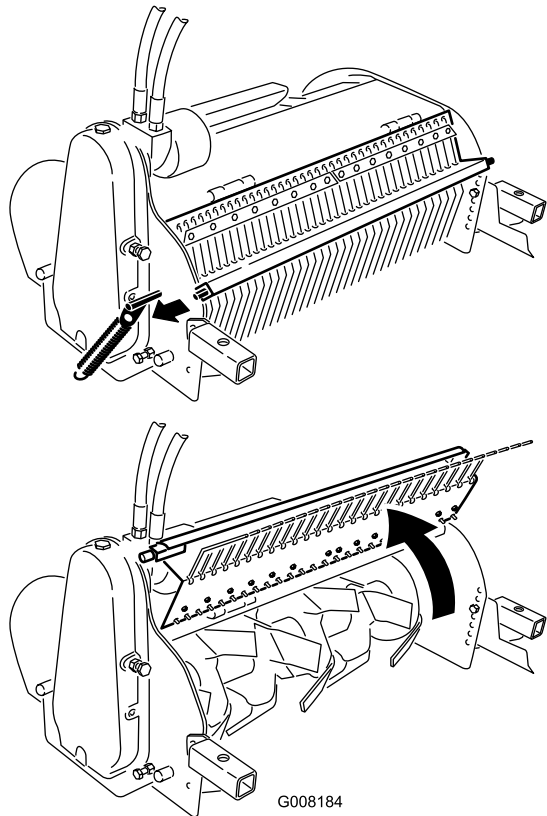

Рисунок 13
4. Підніміть і відпустіть пружинний фіксатор, розташований на боковій частині культиватора (Рисунок 13).
5. Відкрийте кришку зубців (Рисунок 13).